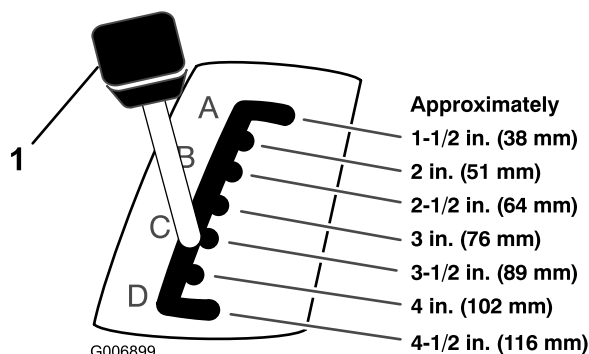

Figure 22
2. Tirez le levier de hauteur de coupe sur le tracteur et sélectionnez la position souhaitée (Figure 22).